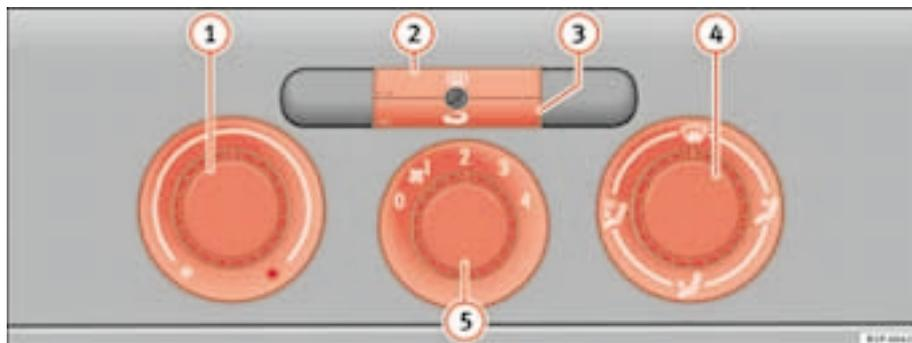

Fig. 104 Mandos de la calefacción en el tablero de instrumentos
- Con los reguladores ⇒ fig. 104 (1) y (4) y con el mando (5) se regula la temperatura, la distribución del aire y la velocidad de la turbina.
- Pulse la tecla (2) o (3) para activar o desactivar la función correspondiente. Cuando la función está activa, la ventana situada en la esquina inferior izquierda de la tecla se ilumina.